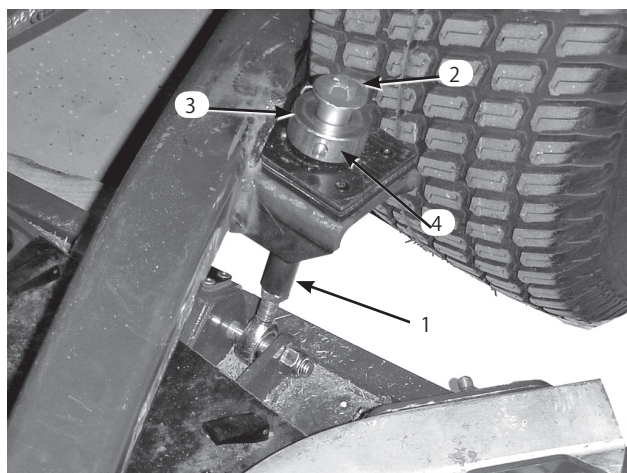

図22
2. 各刈高ロッドの上部についているキャップスクリューとワッシャを外す(図22)。
3. カッティングユニット後部で、刈高ロッドに刈高カラーを固定しているヘアピンとクレビス・ピンを外す(図22)。刈高カラーを外す。